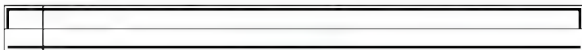

图 5.62 修剪图形
(7) 在命令行输入“TR”并按Enter键,启动【修剪】命令,将图5.61修剪成如图5.62所示的状态。